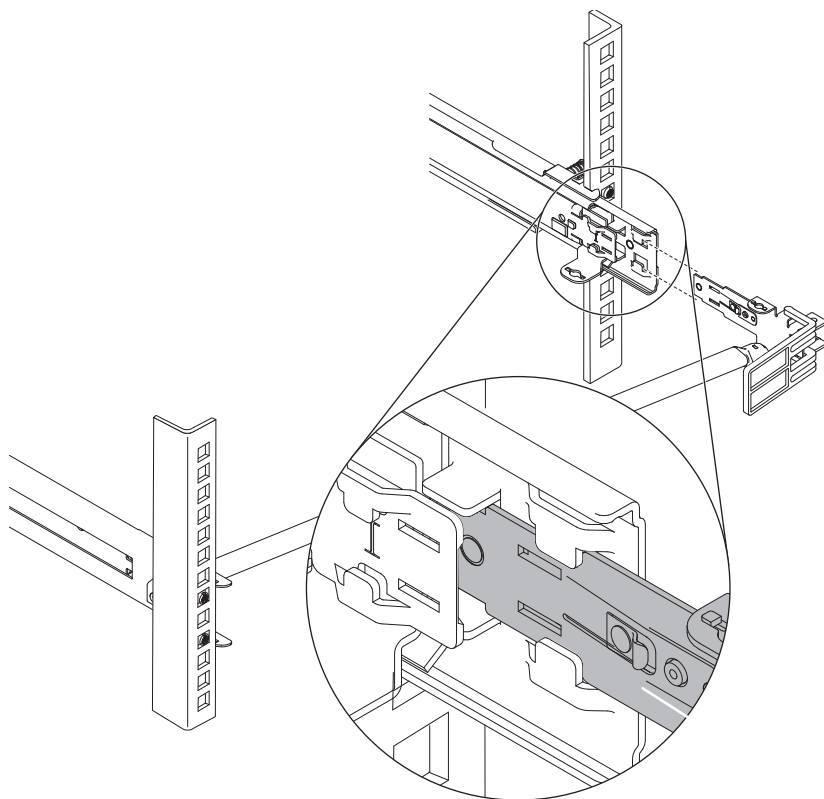

Figura 22. conectando a alça de parada no trilho deslizante
3. Conecte a alça de parada ao trilho deslizante, conforme mostrado em Figura 22 na página 28.